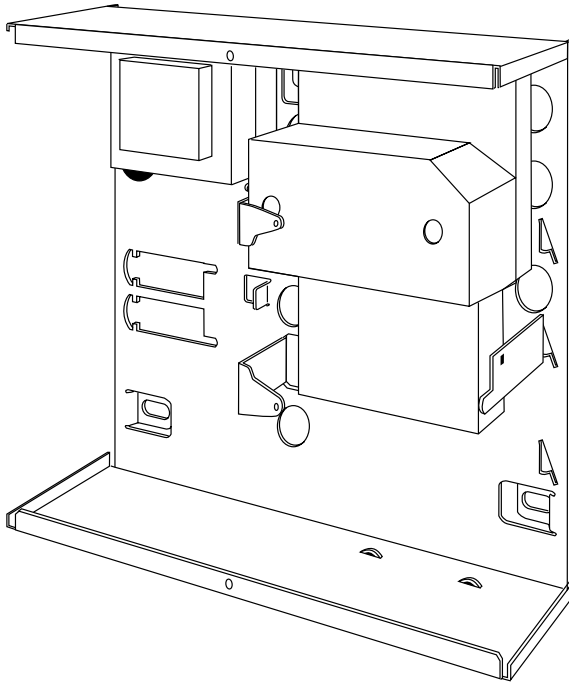

Figure 18. Installation du transmetteur externe
3. Installer le transmetteur entre les entretoises du circuit imprimé, en veillant à ce que ce dernier puisse être replacé à sa position originale (se reporter à la Figure 18).